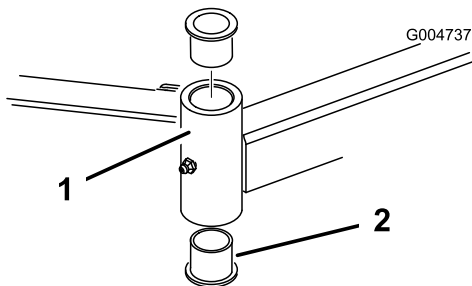

Figure 29
4. Insérez un chasse-goupille dans le haut ou le bas du tube de montage et chassez la bague hors du tube (Figure 29). Chassez ensuite l'autre bague. Nettoyez l'intérieur des tubes de montage.